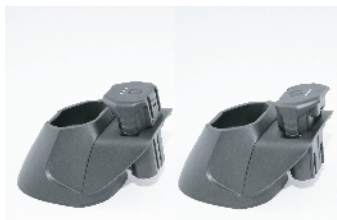

Fig. 27
1. Sett inn batteriet som vist (fig. 27) med kontaktene vendt nedover. Begge innsettingsretninger er mulig.